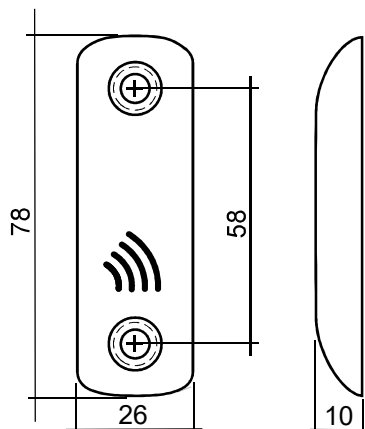

Рис. 1 Внешний вид и габаритные размеры считывателя
- 1) Разместите и просверлите отверстия для крепления (см. Рис.1).